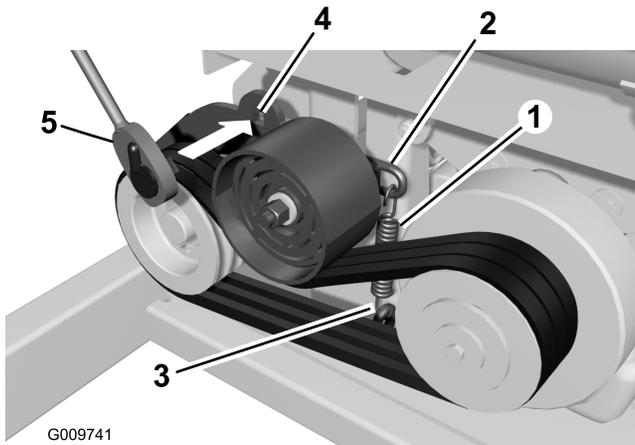
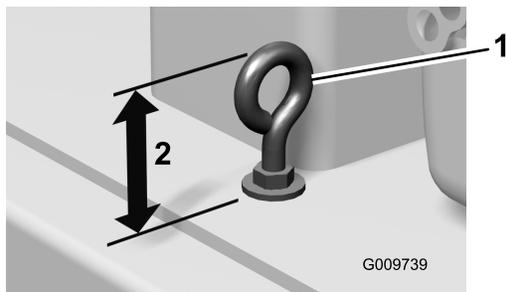

図 55
図 58
2. ベルトの状態を点検する（図 55）。
- B. アイドラ・アームの四角穴にソケット・レンチを差し込んで、レンチを上向きに回す（図 55）。
4. ベルトの張りを強くするには、アイ・ボルトについている上ナットをゆるめ、下ナットを締め付けてアイ・ボルトの長さを縮めてスプリングの張りを強くします（図 55 と 図 58）。